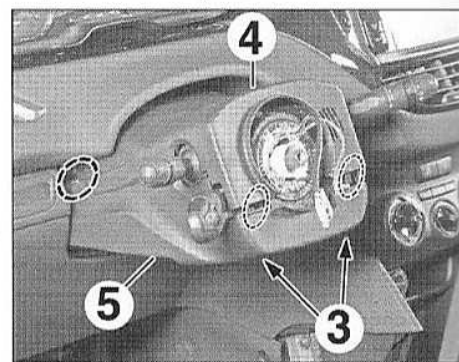

FIG.10
- Déposer les vis (3) (Fig.10).
- Dégrafer et déposer la demi-coquille supérieure (4).
- Déposer la demi-coquille inférieure (5).